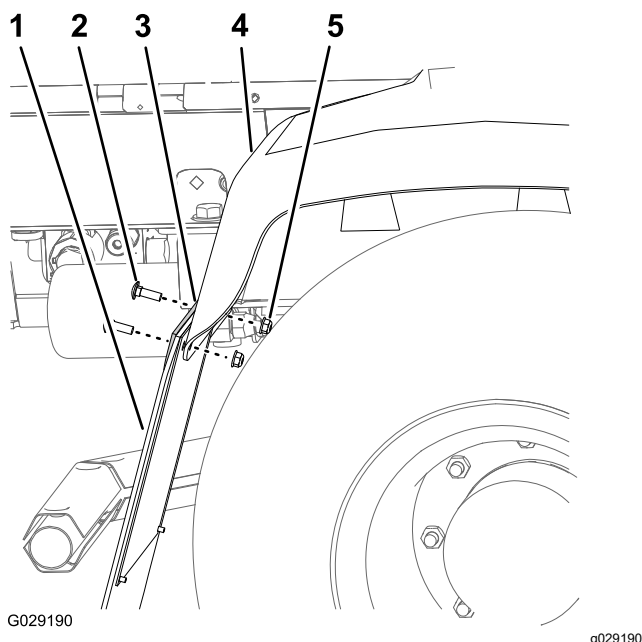

Figura 5
2. Rimuovete i 2 bulloni a testa tonda e i 2 dadi di bloccaggio flangiati che fissano la protezione dagli schizzi al supporto del parafrangente posteriore e al parafrangente posteriore destro (Figura 5).